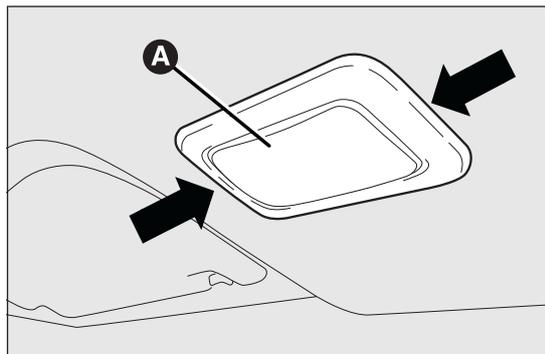

fig. 157
- estrarre la plafoniera A fig. 157 agendo nei punti indicati dalle frecce;